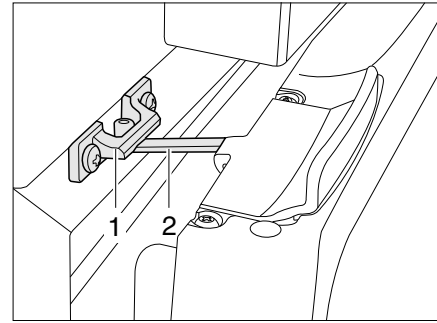

Bild 136 Kühlschranktür in Lüftungsstellung (Thetford)
- Verriegelung (Bild 136,2) aufklappen und in der Verriegelungsaufnahme (Bild 136,1) einrasten. Die Kühlschranktür bleibt damit leicht geöffnet.